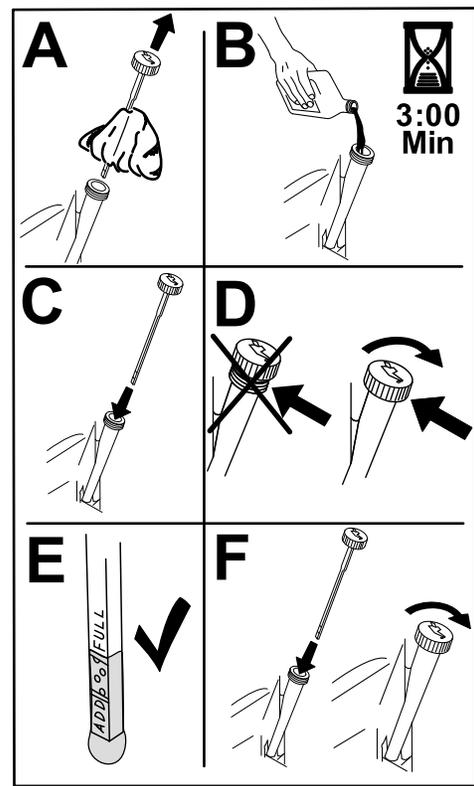

Figure 33
6. Versez lentement environ 80 % de l'huile spécifiée dans le tube de remplissage, puis faites l'appoint lentement jusqu'à ce que le niveau atteigne le repère maximum (**Full**) (Figure 33).